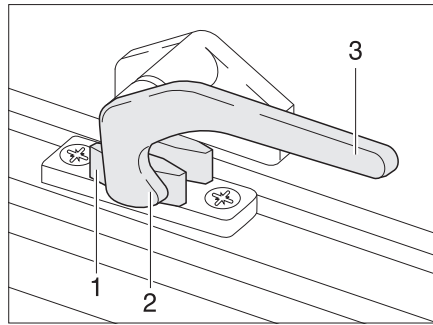

Bild 68 Verriegelungshebel in Stellung "geschlossen"
- Den Verriegelungshebel (Bild 68,3) eine viertel Umdrehung zur Fenstermitte hin drehen.
- Den Verriegelungshebel (Bild 68,3) eine viertel Umdrehung zum Fensterahmen hin drehen. Die Verriegelungsnase (Bild 68,2) liegt auf der Innenseite der Fensterverriegelung (Bild 68,1).
- in Stellung "fest verschlossen" (Bild 68).